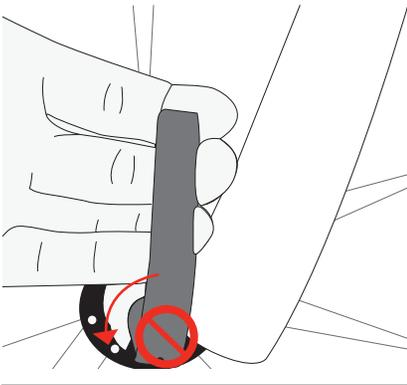

Figure 30. Vérifiez que le levier ne tourne pas.
- + Test B. Assurez-vous que le levier de serrage rapide ne peut pas tourner en cercle (Figure 30).